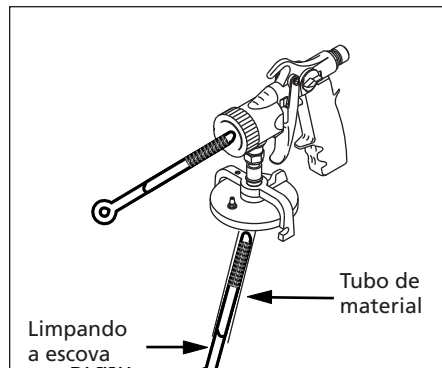

Figura 17 - Limpeza do tubo de material
4. Use a escova (saturada com solvente) entre as lavagens para limpar o tubo de material e o bocal (veja a Figura 17).